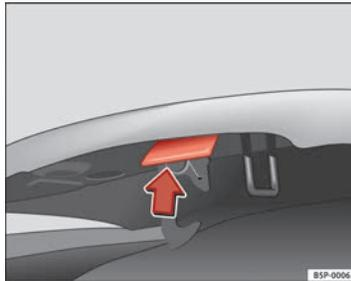

Fig. 170 Tirador de apertura por debajo del capó.
- Presione hacia arriba la palanca que hay debajo del capó ⇒ fig. 170. Al hacerlo, el gancho de sujeción queda desbloqueado.